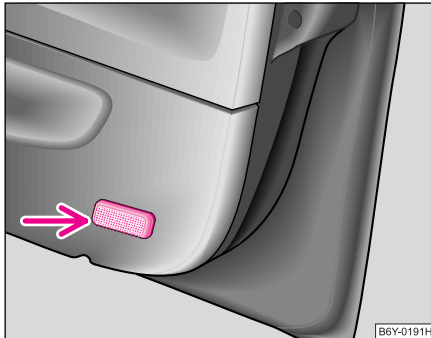

Abb. 174 Vordertürwarnleuchte ausbauen
- Messer oder der Schraubendreher seitlich zwischen Leuchte und Türverkleidung schieben ⇒ Abb. 174. Leuchte vorsichtig heraushebeln.